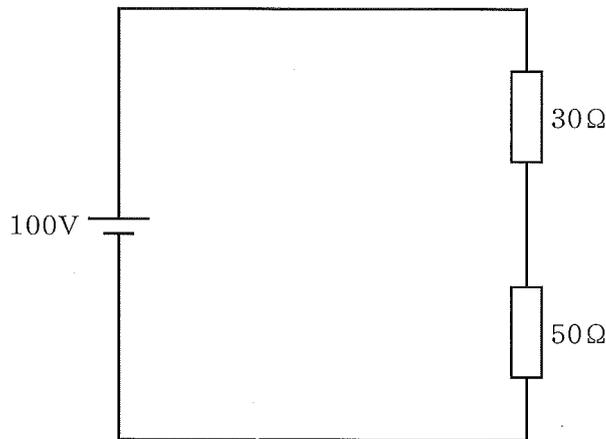

図4
(3) 図4において、回路全体で消費する電力は何 $[\text{W}]$ か。